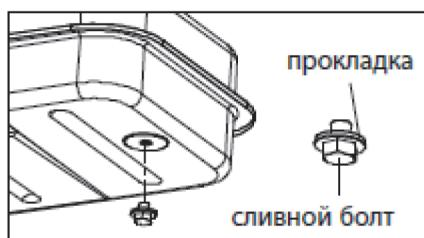

Рис. 10
- Слейте залитое топливо через сливное отверстие, открутив сливной болт (рис. 10).